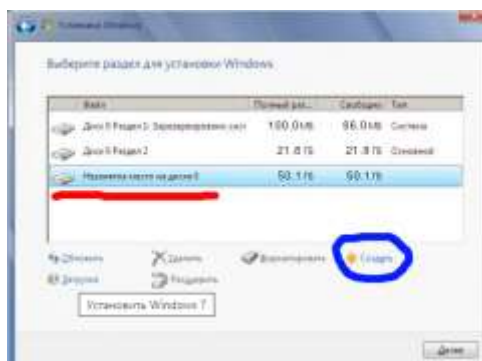

Рисунок 15 – Создаем диск D
7) Но у нас осталось еще много места. Его то мы и используем, чтобы создать диск D. Нажимаете на *Незанятое место на диске 0* (подчеркнуто красным) и жмете *Создать* (рисунок 15).